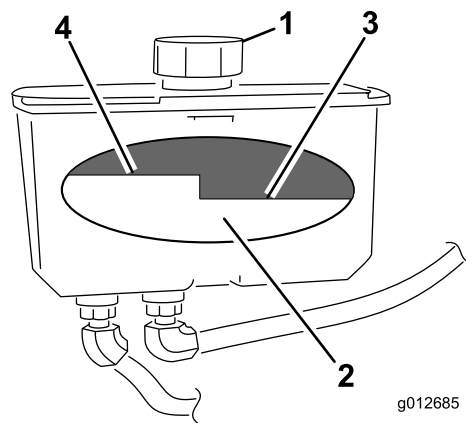

Figure 74
4. Nettoyez la surface autour du bouchon et du goulot de remplissage du réservoir hydraulique (Figure 74).
5. Enlevez le bouchon du goulot de remplissage. Vérifiez le niveau d'huile à l'intérieur du réservoir. (Figure 74).
- Remarque:** Lorsque l'huile est chaude, le niveau de liquide doit atteindre le haut du repère à chaud sur le déflecteur (Figure 74).